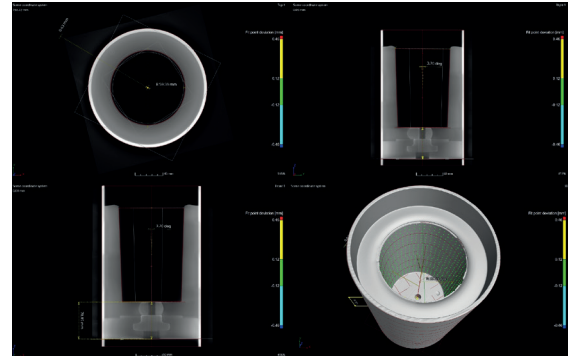
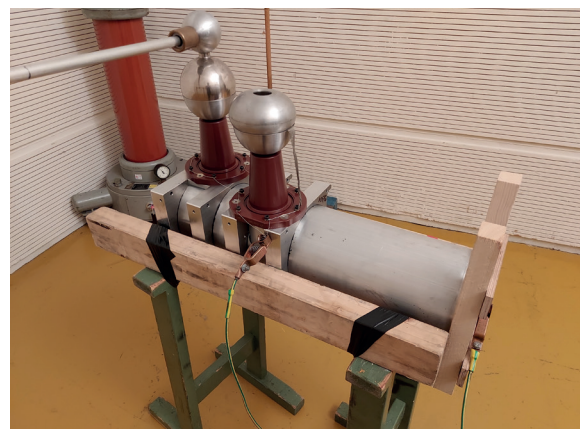

Abb. 2: Aufnahmen einer CT-Messung
Abb. 3: Elektrische Prüfung am verbesserten Prototyp im Hochspannungslabor
Um die Schwachstellen des bestehenden Prototyps zu finden, wurde dieser genauestens analysiert. Mit Hilfe mehrerer Messungen mit dem Computertomographen (CT) der HSLU T&A wurden Aufnahmen vom Inneren des Schalters gemacht. Der Schalter wurde anschliessend aufgesägt, um den Innenbereich zu untersuchen. Dadurch konnten die kritischen Stellen des Schalters identifiziert werden. Im Anschluss wurden diverse Verbesserungsvorschläge ausgearbeitet, welche anhand von weiteren Versuchen validiert wurden. Diese Versuche beinhalteten teilweise auch wieder CT-Messungen (Abb. 2). Vor allem der Prozessschritt des Silikon-Giessens wurde dabei genauer analysiert. Parallel zu den Versuchen wurde auch ein verbesserter Prototyp hergestellt, welcher ebenfalls einer elektrischen Prüfung unterzogen wurde (Abb. 3).